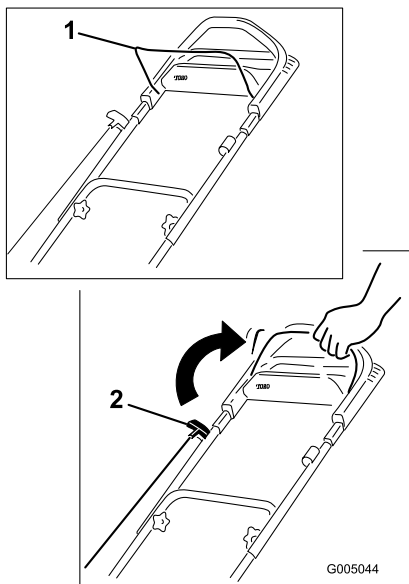

Рисунок 14
1. Удерживайте штангу управления ножом прижатой к рукоятке (Рисунок 14).